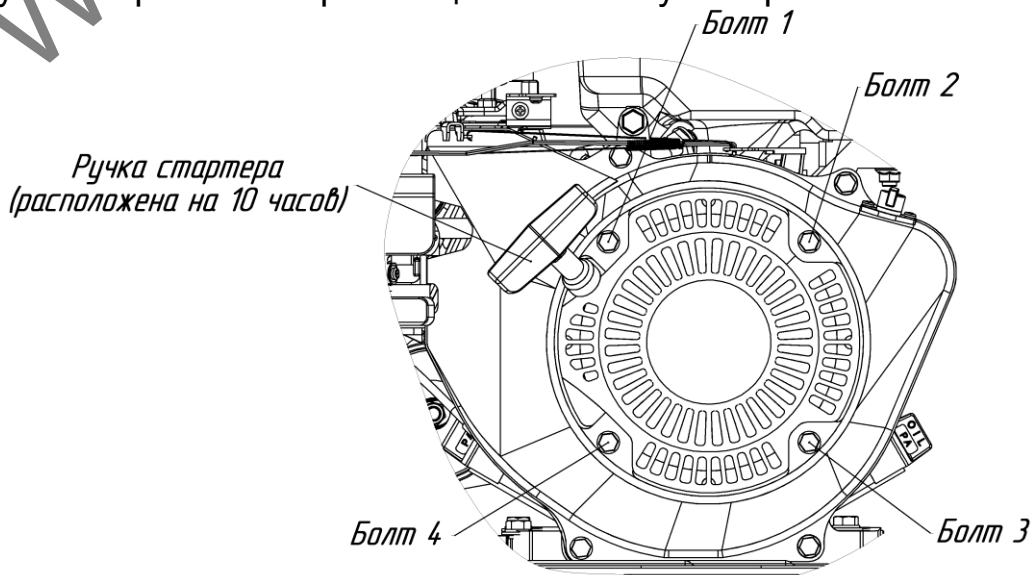

Рис.8 Схема крепления стартера на двигателе
- открутить 4 болта (см. рис.8);
- установить стартер на место таким образом чтобы ручка стартера была расположена на 10 часов (см. рис.8);
- закрутить 4 болта (см. рис.8).